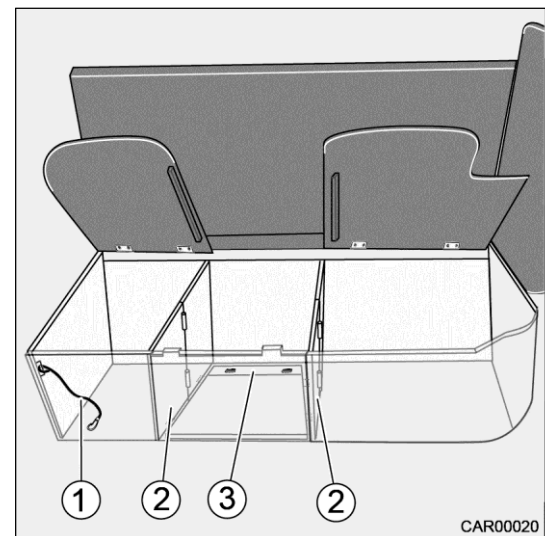

Fig. 44 Transformation du 5e siège
5. Détendre le tendeur élastique (Fig. 44/1) tout en tenant le fond pliant (Fig. 44/3) avec la main.
6. Déplier prudemment le fond pliant (Fig. 44/3), le guider vers le bas et le poser sur l'entretoise.
7. Plier les éléments latéraux (Fig. 44/2) vers le milieu. Ce faisant, introduire les rainures dans les éléments latéraux (Fig. 44/2) dans les tenons du fond pliant (Fig. 44/3).